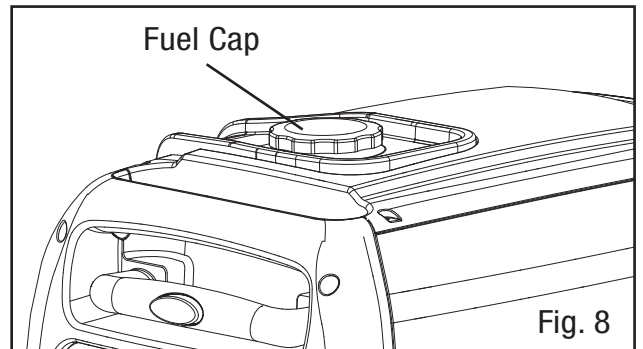

Fig. 8
1. Stellen Sie sicher, dass der Generator ausgeschaltet ist und auf einer ebenen Fläche steht. Schrauben Sie den Tankdeckel ab (Abb. 8) und legen Sie ihn beiseite. Der Tankdeckel kann fest sitzen und schwer abzuschrauben sein.